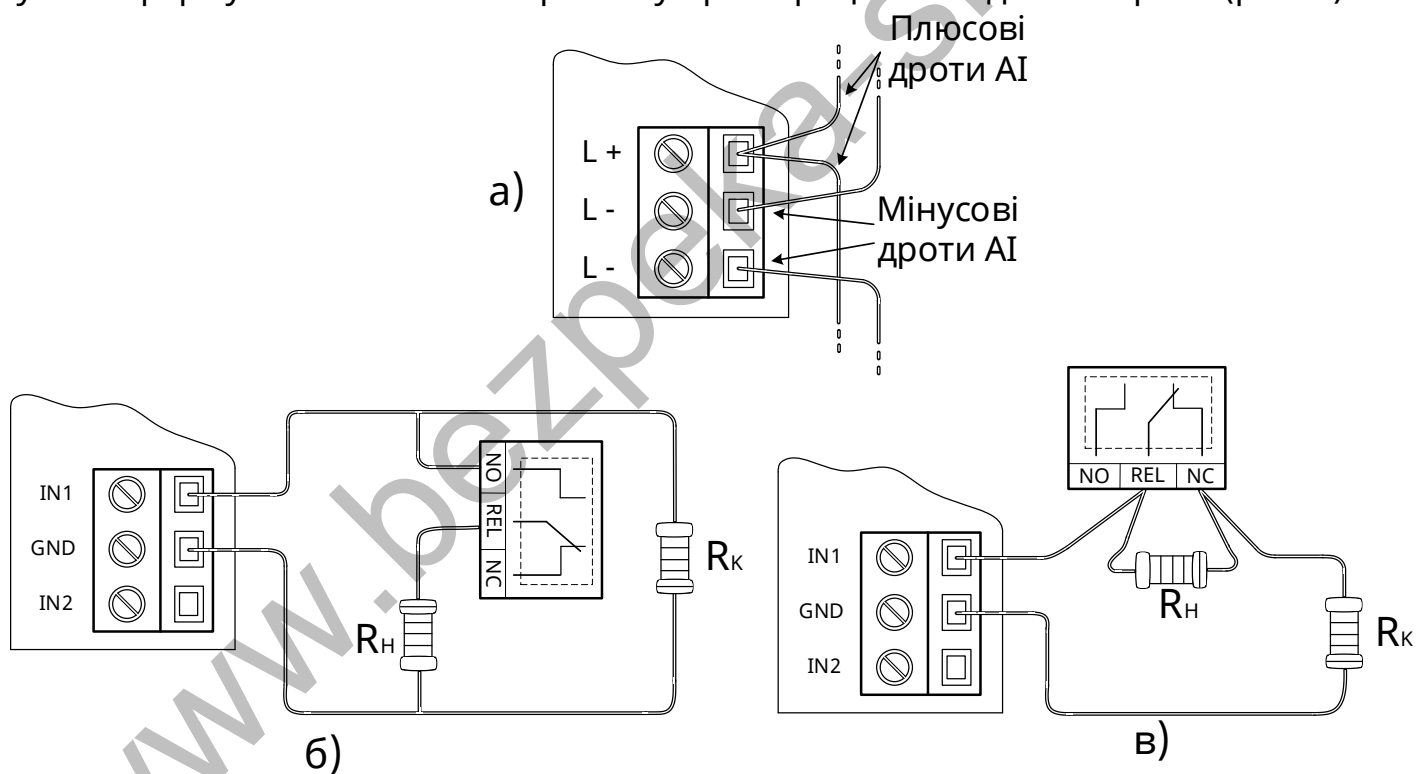

Рисунок 2 – Схеми підключень зовнішніх кіл до входів пристрою
5.1 Для доступу до клем слід викрутити 2 гвинти на нижній стороні корпусу і зняти кришку. Підключати пристрій до АІ та пристрої активації слід згідно рис. 2.
6.1 Після появи напруги живлення в АІ на приєднаному пристрої вмикається індикація автоматичного реєстрування (4.3). Далі пристрій переходить в режим, який залежить від налаштувань входів і стану зовнішніх пристроїв, підключених до нього (рис. 2).